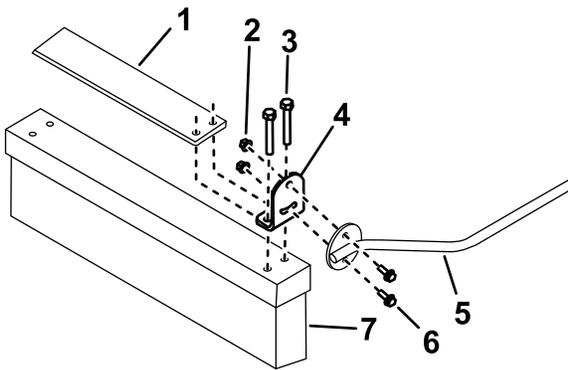

図 7
2. ブラシの左右の端部にブラシタブを取り付けるラグスクリュ2本5/16 x 1-1/2"を使用する。タブは図7のように組み付ける。
3. ブラシロッド取り付けブラケットを、それぞれのブラシタブに固定するフランジヘッドボルト1/4 x 3/4 2本とフランジロックナット1/4"を使用して図7のように取り付ける。